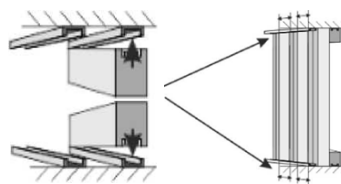

Рис.11
4. Для основания перегородки защелкните одну рейку на потолке, а другую рейку-противоположно на полу на монтажную планку (пункт 3.5). Для монтажа на потолке дополнительно используйте монтажный клей между рейкой и планкой (рис.11).
5. Вставьте сдвоенные рейки на выбранном расстоянии, ширина зазора между рейками – это ширина сдвоенной рейки (рис.11).